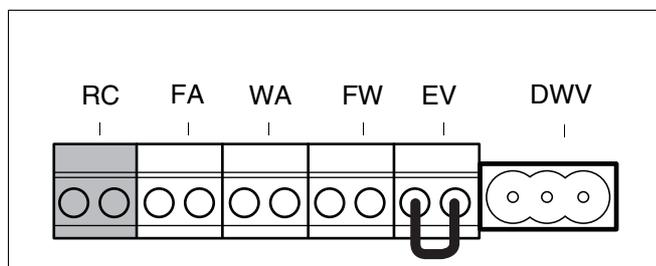

Fig. 32 Morsettiera – unità di servizio ambiente RC e bus EMS (colore collegamento arancione)
- Collegare il dispositivo di regolazione Logamatic RC20, RC30 o il dispositivo di regolazione a cascata Logamatic 4121, 4122 al morsetto arancione RC (fig. 32). Utilizzare un cavo elettrico bipolare da 0,4 – 0,75 mm2.